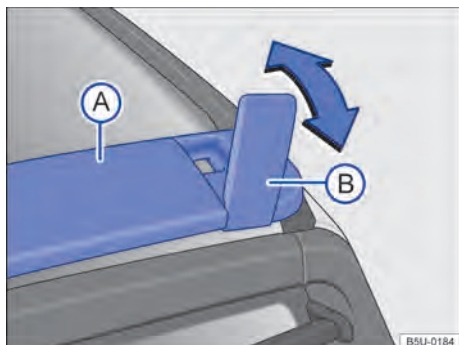

Fig. 80 No teto: travessa e suporte articulado.
Utilizar somente a travessa do teto \Rightarrow Fig. 80 (A) e os suportes articulados (B) como apoio para fixar os objetos com maior altura ou que não possam ser acomodados totalmente no assoalho do compartimento de carga \Rightarrow .